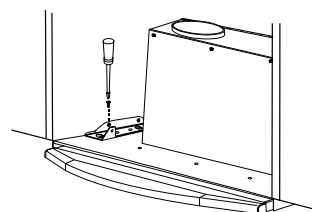

Fig. 7.4
8. Montera låsskruven (se Fig. 7.4).
6. Montera låsskruven (se “Montering av köksfläkten i skåp”, se Fig. 7.4).